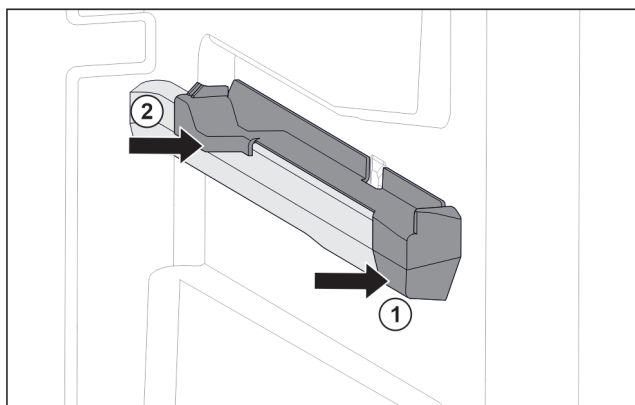

Fig. 74 Påsætningsdel på den højre beholderrist
- ▶ Sæt den forreste del af påsætningsdelen på beholderristen. Fig. 74 (1)
- ▶ Tryk den bageste del af påsætningsdelen på. Fig. 74 (2)